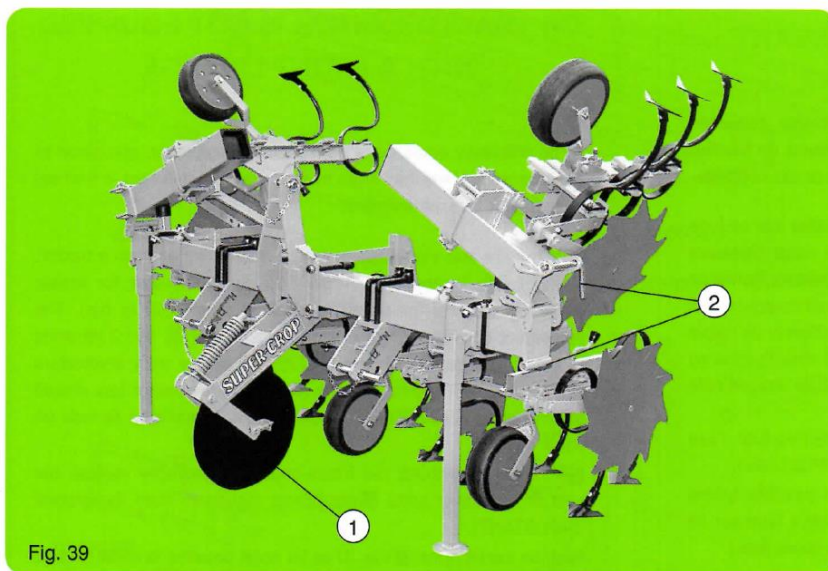
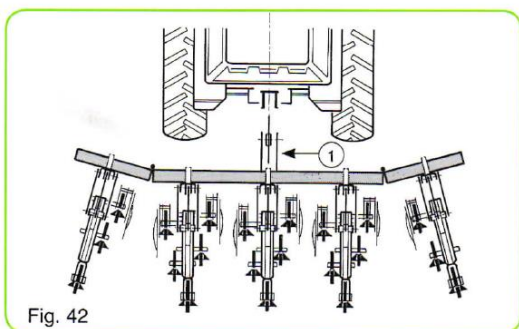

Fig. 39
Fig. 42
Na modelu z ramą środkową o długości 2,20 m, możliwe będzie umieszczenie tylko jednego stabilizującego kroju talerzowego (1) między kołami ciągnika (Fig. 39 i Fig. 42). Przestrzeń między ramionami podnośnika używanego ciągnika musi zapewnić miejsce dla kroju podczas składania ramy.